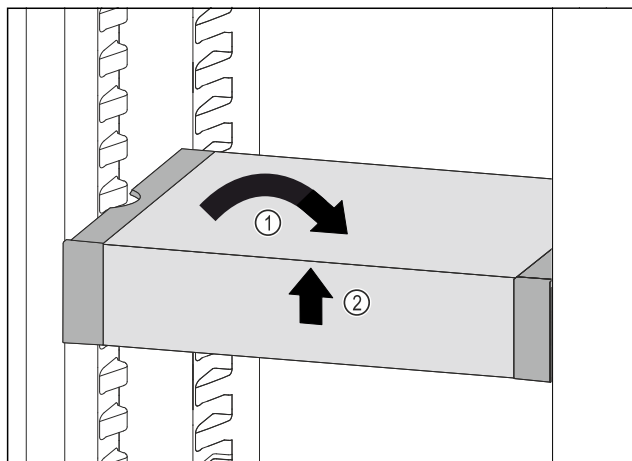

Fig. 89
- Изправете VarioSafe. Fig. 89 (1)
- Повдигнете VarioSafe отпред. Fig. 89 (2)